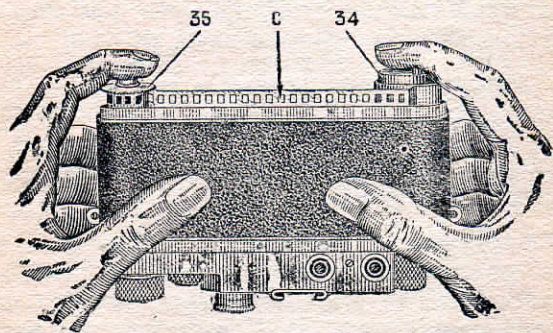

Рис. 8
- С—фильмовый канал (рис. 8)
Открытую камеру поставьте объективом от себя (рис. 8), держа кассету правой рукой, а приемную катушку левой, введите пленку в фильмовый канал «С», равномерно опуская кассету и катушку в гнезда.